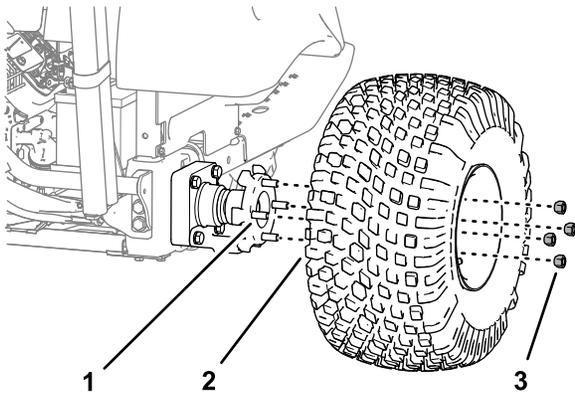

Bild 29
- Entfernen Sie die vier Radmutter, mit denen das Rad an der Nabe befestigt ist, und nehmen Sie das Rad ab (Bild 29).
- Setzen Sie das Rad auf die Bolzen der Radnabe (Bild 29) und befestigen Sie es mit den 4 Radmuttern, die Sie im Schritt 2 entfernt haben, und ziehen Sie die Muttern von Hand an.